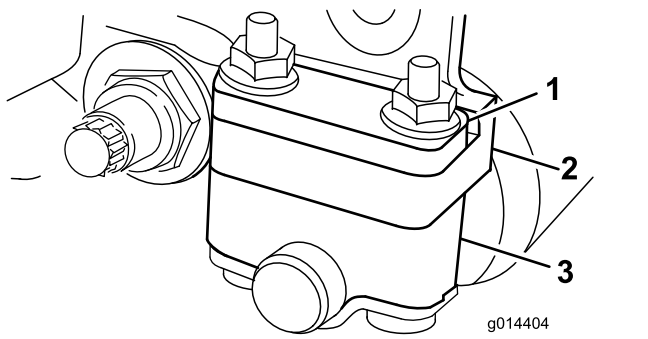
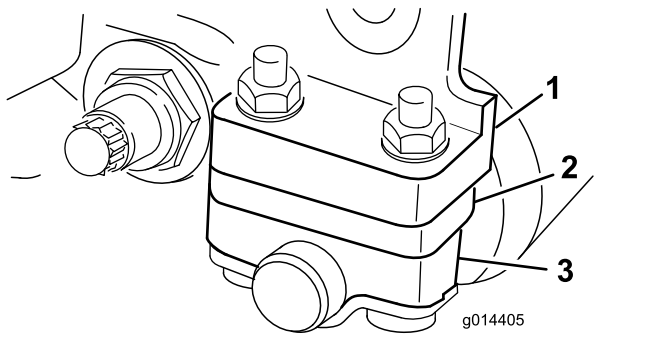

图15
图16
根据您想要的修剪高度范围需要将后滚筒支架图15 或 图16 调整到较低或较高的位置
- 如 图15 所示当剪草高度设置介于 1.56mm 之间时将隔片放在侧板安装法兰的上方出厂设置。
- 如 图16 所示当剪草高度设置介于 325mm 之间时将隔片放在侧板安装法兰的下方出厂设置。
4. 需要时将隔片放入滚筒支架上方或下方的螺栓上 图 15 或 图 16。